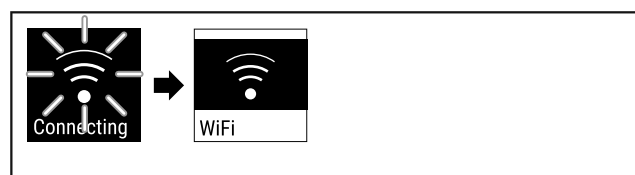

Fig. 86
- ▶ Verbindung wird hergestellt (siehe Fig. 86).